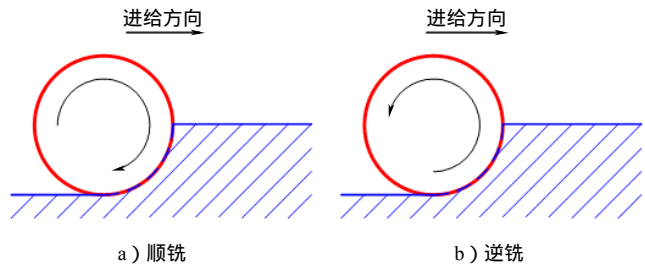

图 7-47 加工方向
- 【加工方向】: 加工方向设定有“顺铣”和“逆铣”两种，如图 7-47 所示。